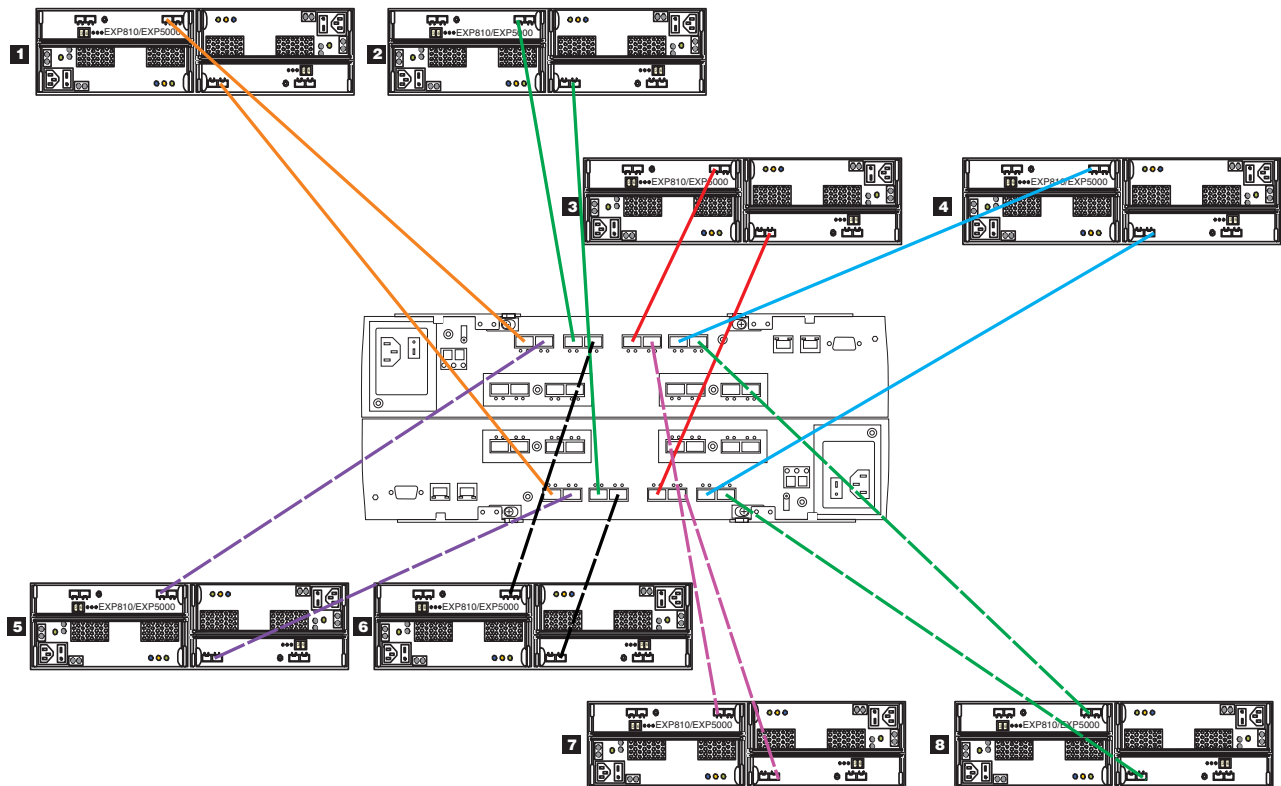

図 11. ストレージ・エンクロージャーの接続時にすべてのドライブ・チャンネル・ポートを使用
- ストレージ・エンクロージャーをドライブ・ミニ・ハブに接続するときに、DS4400 または DS4500 ストレージ・サブシステム内の各ドライブ・ミニ・ハブ内のポート全部を使用してはなりません。ファイバー・チャネル・ケーブルをドライブ・ミニ・ハブの一方のポートのみに接続し、他方のポートは未使用の状態にしておきます。ただし、ストレージ・エンクロージャーをドライブ・チャネル・ポート (DS4200、DS4700、DS4800、DS5020、DS5100、および DS5300 ストレージ・サブシステムなどにあります) に接続するときは、各ドライブ・チャネル内のポート全部を使用してください。60 ページの図 11 は、8 台のストレージ・エンクロージャーを DS5000 ストレージ・サブシステムに接続しています。8 台のエンクロージャーは、ドライブ・チャネル・ポートの 1 つのサブセットにストレージ・エンクロージャーをスタッキングするのではなく、DS5000 ストレージ・サブシステムのドライブ・チャネル・ポートをすべて使用して接続されます。